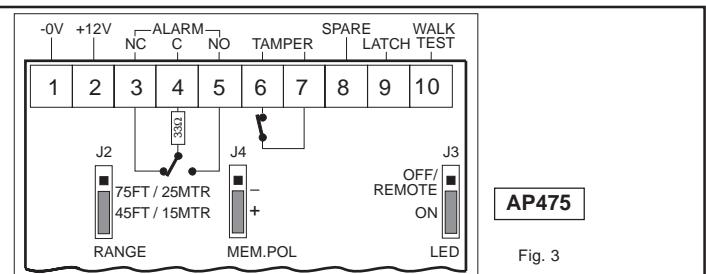

Fig. 3
#### Program the range (see fig. 3).
#### Programmer la portée (voir fig. 3) au moyen du cavalier de pontage J2: pour moins de 15 mètres ou pour 25 mètres.
#### Programe el área (ver fig. 3) de detección mediante puente J2 para un espacio inferior a 15 metros o para 25 metros.
Lift off cover plate① as shown. Open detector② and remove electronics module③, taking care not to touch pyroelectric sensor④. Break out one or both cable entry hole(s) as required⑤. Select mounting holes for corner⑥ or flat wall⑦ mounting. Use the base as a template for marking screw hole locations on the wall. Fasten the base to the wall. Strip cable for 2 inch (5 cm) and pull it through the cable entry hole(s) and strain relief. Replace the electronics module③ and wire the detector as shown (fig. 3). Move jumpers as required, replace cover②, insert screw⑧ and replace cover plate ①.
Fixer la base à la mur. Dénuder 5 cm de câble et le faire passer par l'entrée de câble et le serre-câble. Remettre le module électronique ③ en place et raccorder le détecteur comme indiqué (voir fig. 3). Déplacer les cavaliers comme indiqué, replacer le couvercle ② introduire la vis ⑧ et replacer le couvercle ①.
Retire la placa de cubierta ① como se muestra en la figura. Retire sacar ② el módulo electrónico ③, tenga cuidado de no tocar el sensor piroeléctrico ④. Según se requiera, rompa uno o ambos agujeros ⑤ para pasar el (los) cable(s). Elija los agujeros de montaje para una esquina ⑥ o para una pared ⑦. Utilice la base como placa para marcar los agujeros a realizar en la pared. Fije la base a la pared. Pelar 5 cm. El cable e introducirlo a través de la(s) entradas previstas para ello. Vuelva a colocar en su lugar el módulo electrónico ③ y conecte el cable al sensor como se indica en la figura (ver fig 3). Colocar los puentes según se necesite, poner la tapa ②, atornillar ⑧ y fijar la tapa exterior ①.
#### Remote Active of Alarm-LED (see fig. 3).
#### Activation a distance de la LED d'alarme (voir fig. 3).
#### Control remoto del LED de Alarma (ver fig. 3).